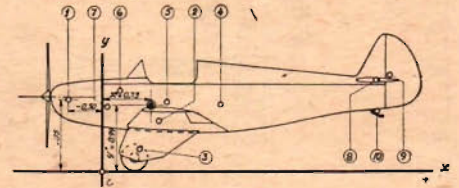

Fig. 28.
För det beskrivna flygplanet är de antagna delvikternas tyngdpunkters positioner markerade på fig. 28. I tabell XVI kolumn (2) återfinns detaljens namn, i kolumn (3) dess antagna vikt, i kolumn (4) och (6) den antagna tyngdpunktens avstånd längs x- och y-axeln från 0-punkt (mätts på ritningen). I kolumnerna (5) och (7) beräknas delvikters moment i förhållande till den antagna 0-punkten, som produkt av  $G \cdot x'$  och  $G \cdot y'$ .